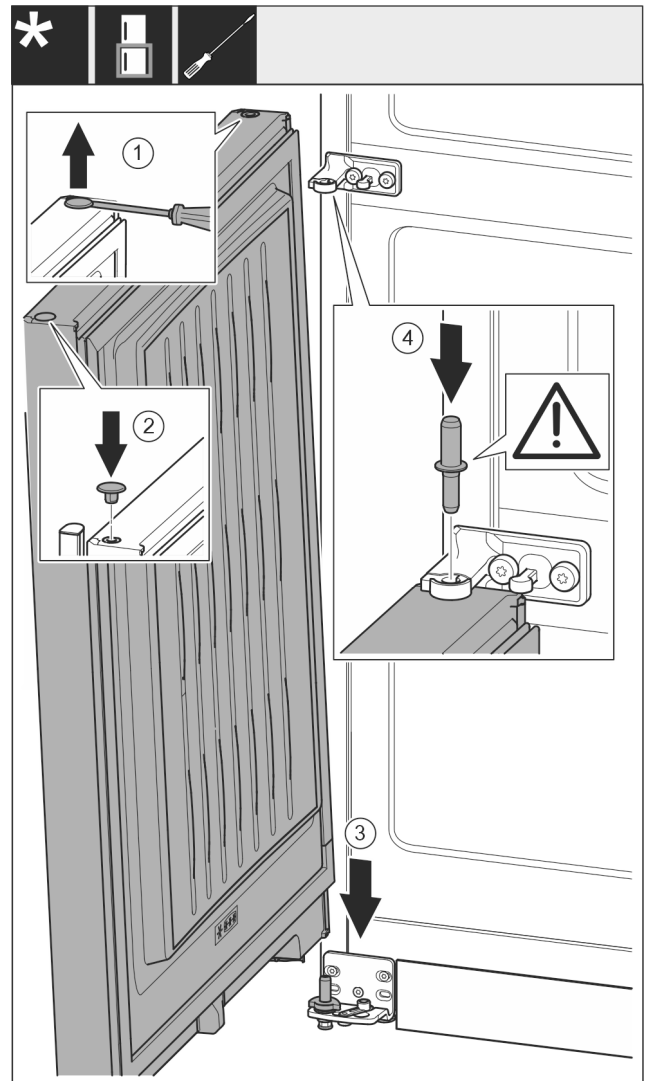

Fig. 51
- ▶ Stopfen Fig. 51 (1) vorsichtig mit einem Schlitzschraubendreher anheben und herausziehen.
- ▶ Stopfen Fig. 51 (2) auf der anderen Türseite wieder einsetzen.
- ▶ Tür Fig. 51 (3) von oben auf den unteren Lagerbolzen aufsetzen.
- ▶ Lagerbolzen Mitte Fig. 51 (4) durch Lagerbock Mitte in die untere Tür einsetzen. Dabei darauf achten, dass der Rastnocken nach hinten zeigt.